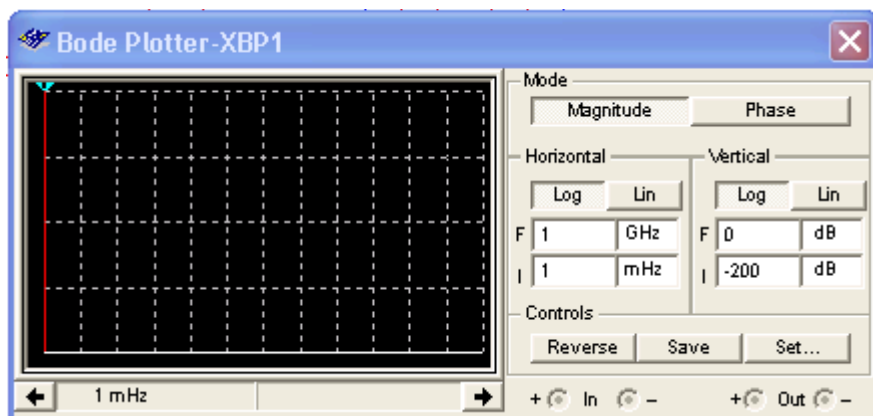

Рис. 5. Измеритель АЧХ и ФЧХ
**Измеритель АЧХ и ФЧХ (Bode Plotter).** Лицевая панель измерителя АЧХ-ФЧХ показана на рис. 5. Измеритель предназначен для анализа амплитудно-частотных (при нажатой кнопке MAGNITUDE, включена по умолчанию) и фазо-частотных (при нажатой кнопке PHASE) характеристик при логарифмической (кнопка LOG, включена по умолчанию) или линейной (кнопка LIN) шкале по осям Y (VERTICAL) и X (HORIZONTAL). Настройка измерителя заключается в выборе пределов измерения коэффициента передачи и вариации частоты с помощью кнопок в окошках  $F$  – максимальное и  $I$  – минимальное значение. Значение частоты и соответствующее ей значение коэффициента передачи или фазы индицируются в окошках в правом нижнем углу измерителя. Значения указанных величин в отдельных точках АЧХ или ФЧХ можно получить с помощью вертикальной визирной линии, находящейся в исходном состоянии в начале координат и перемещаемой по графику мышью или кнопками  $\leftarrow$ ,  $\rightarrow$ . Результаты измерения можно записать также в текстовый файл. Для этого необходимо нажать кнопку SAVE и в диалоговом окне указать имя файла (по умолчанию предлагается имя схемного файла). В полученном таким образом текстовом файле «\*.scp» АЧХ и ФЧХ представляются в табличном виде.